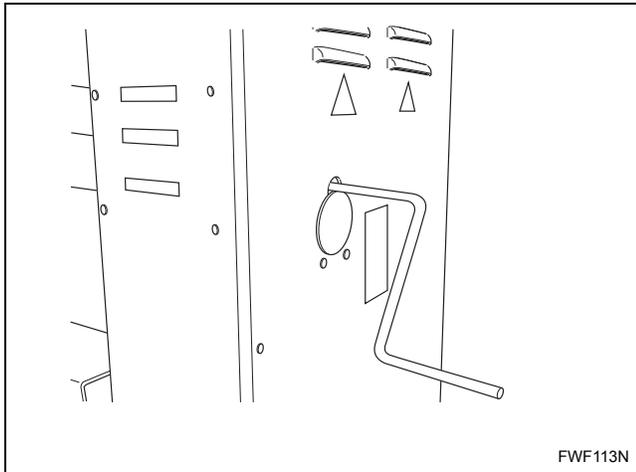

Figure 17
- c. Faire tourner le rouleau à l'aide de la manivelle. Se reporter à la *Figure 17*.